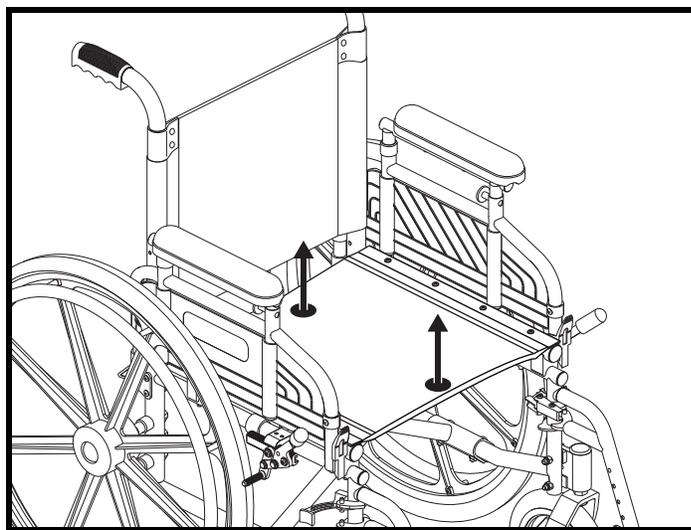

Figure 9. Pliage du Stylus LS
3. Tenez la base du siège par son centre à l'avant et à l'arrière. Voir la figure 9.